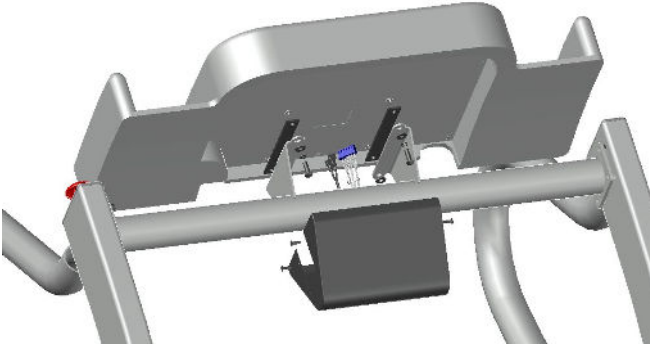

Figure 5-2
3. La Figure 5-2 montre les composants de montage inclus dans l'envoi du tapis roulant. Le kit contient :
- (4) boulons 1/4-20